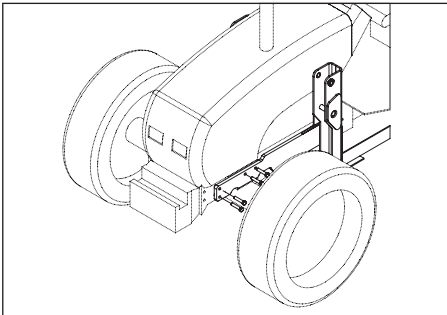

Fig. 14
- fixe o suporte adaptador no trator (Fig. 14);